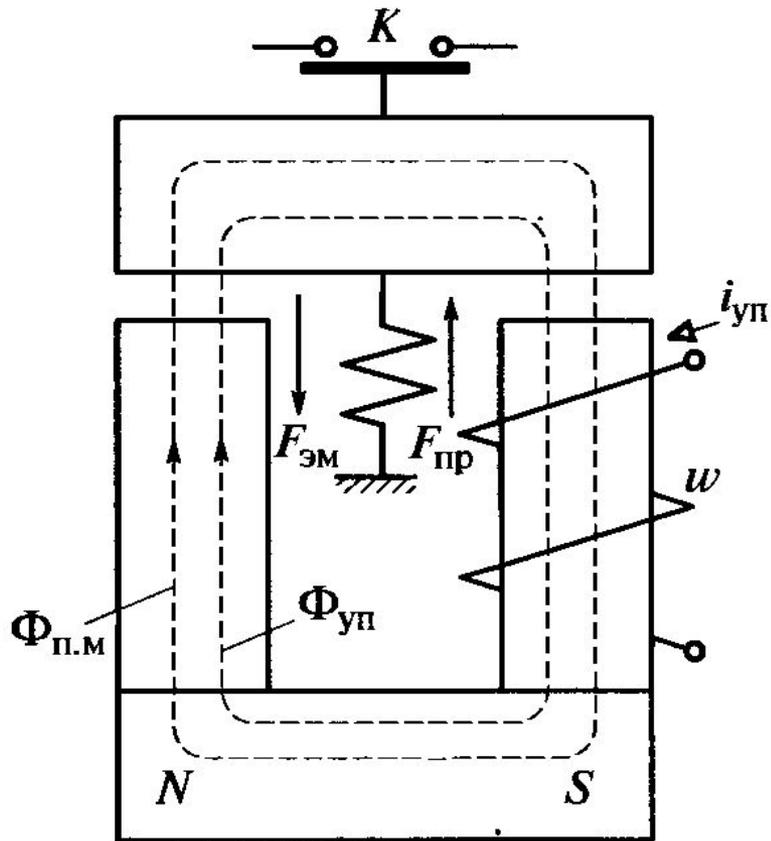

Рис. 10.3
- Поляризованное реле приводится в действие в зависимости от значения и направления тока управления $i_{уп}$ в обмотке электромагнита. Конструкция и электрическая схема поляризованного реле приведены на рис. 10.3. В неразветвленную магнитную цепь реле встроен постоянный магнит,. Пусть при отсутствии тока управления $i_{уп}$ в обмотке с числом витков w магнитный поток постоянного магнита равен $\Phi_{пм}$, а магнитный поток срабатывания реле — $\Phi_{сраб} > \Phi_{пм}$ - Тогда при согласном (встречном) направлении магнитного потока $\Phi_{пм}$ и МДС управления $i_{уп} w$ будет (не будет) происходить срабатывание реле — размыкание контактов K . Причем реле будет срабатывать при малом значении МДС $i_{уп} w$, необходимом для возбуждения малого магнитного потока управления: $\Phi_{уп} = \Phi_{сраб} - \Phi_{пм}$. Это определяет высокие чувствительность по МДС $i_{уп}$ (до 2 А) и быстроедействие (до 0,005 с) поляризованного реле.